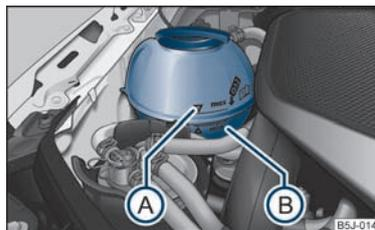

Abb. 125 Motorraum: Kühlmittelausgleichbehälter
- Prüfen Sie den Kühlmittelstand am Kühlmittelausgleichbehälter ⇒ Abb. 125. Der Kühlmittelstand muss bei kaltem Motor zwischen den Markierungen „MIN“ (B) und „MAX“ (A) liegen. Bei warmem Motor kann er auch etwas über der Markierung „MAX“ liegen.
- Legen Sie einen Lappen auf den Verschlussdeckel des Kühlmittelausgleichbehälters ⇒ Abb. 125 und schrauben Sie den Deckel **vorsichtig** links herum ab ⇒ .